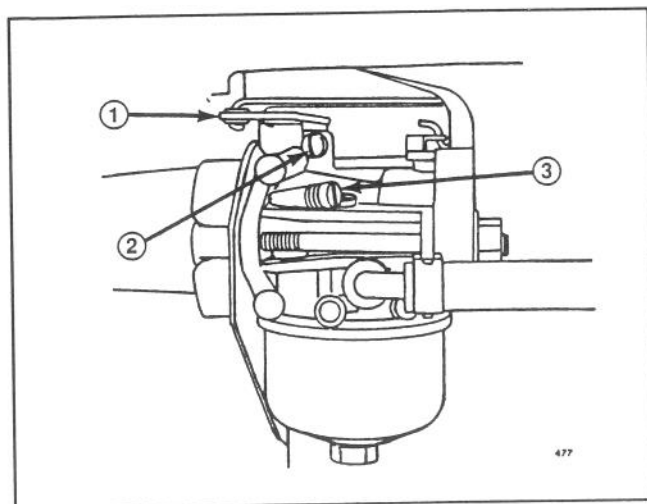

Figure 20
1. Tourner la soupape de mélange du ralenti dans le sens des aiguilles d'une montre jusqu'à ce qu'elle soit **juste** fermée (Fig. 20). Ne pas trop la fermer au risque de causer des dégâts.
4. Tourner la commande des gaz (Fig. 20) dans le sens anti-horaire et la maintenir contre la vis de réglage du ralenti (Fig. 20), tout en tournant celle-ci afin d'obtenir 1750 tr/mn.